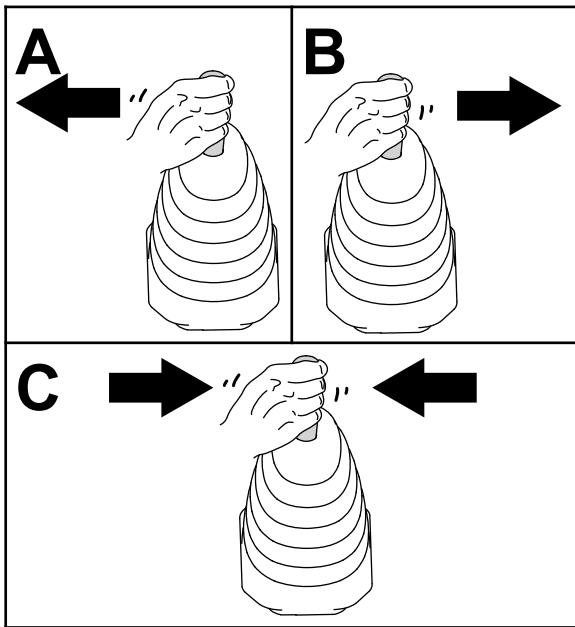

図 47
6. ローダ用ジョイスティックを左右に動かし、次に後ろに動かし、その後ニュートラルに戻す。これで油圧カプラに掛かっている圧力が解放される**図 47**。